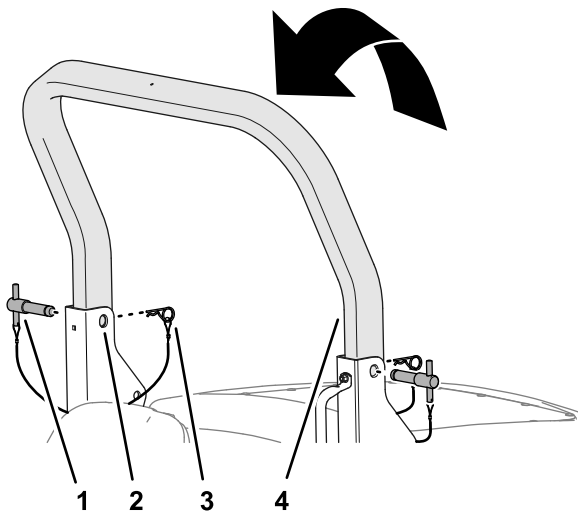

Figura 29
3. Sollevate il roll bar superiore sinché i suoi fori non sono allineati con le staffe orientabili (Figura 29).
4. Inserite i perni del roll bar nei fori superiori delle staffe orientabili e nel roll bar superiore (Figura 29).
5. Fissate i perni del roll bar alle staffe orientabili con le coppiglie (Figura 29).